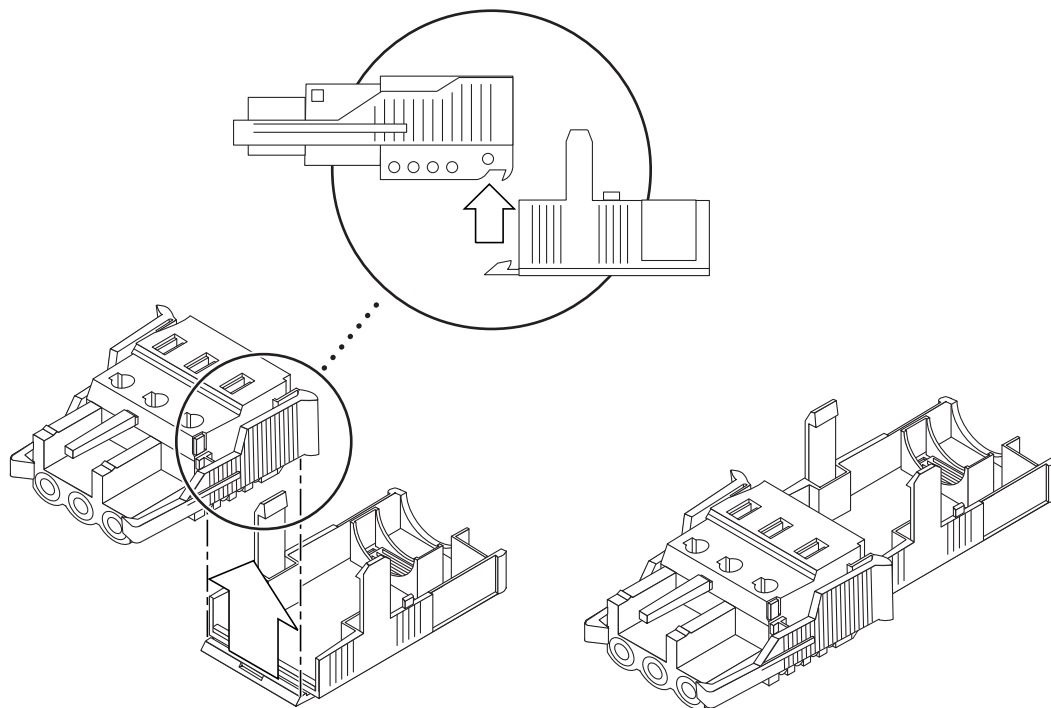

РИС. 3-6 Установка нижней части защитной оболочки
1. **Вставьте нижнюю часть защитной оболочки в прорезь разъема (со щелчком) (см. РИС. 3-6).**